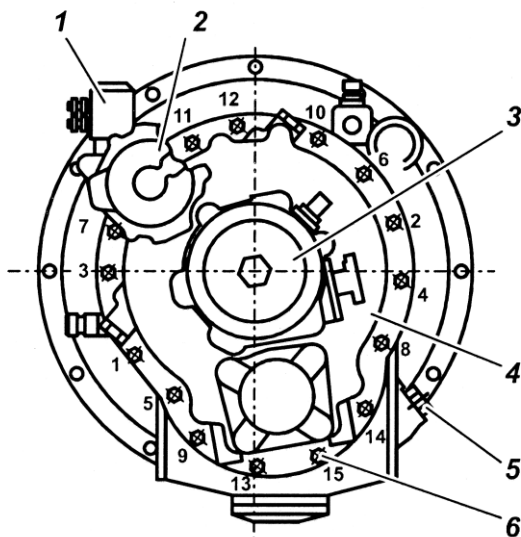

Рис. 103. Последовательность затяжки болтов крепления картера демультипликатора и размещение узлов:
Последовательность затяжки согласно рис. 103.
– Включить высший диапазон в демультипликаторе при вывернутом регулировочном болте поз. 6 (рис. 103), подав воздух под давлением от 784 до 833 кПа (8...8,5 кгс/см²) в пневмоцилиндр.